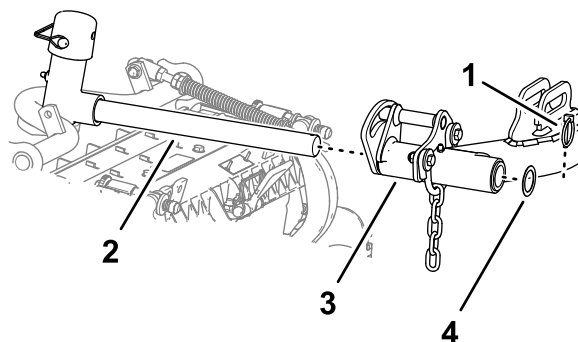

Figura 22
5. Deslice una unidad de corte debajo del brazo de elevación (**Figura 22**).